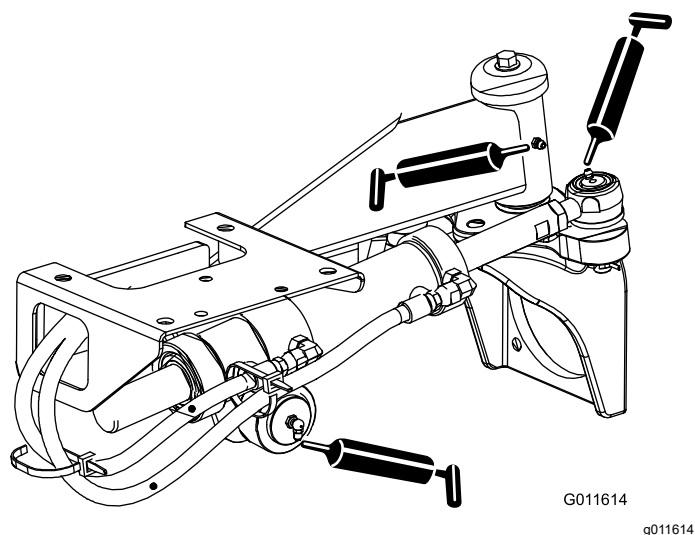

Figura 44
- Articulaciones esféricas del cilindro de dirección (2) y eje trasero (1) – Figura 44